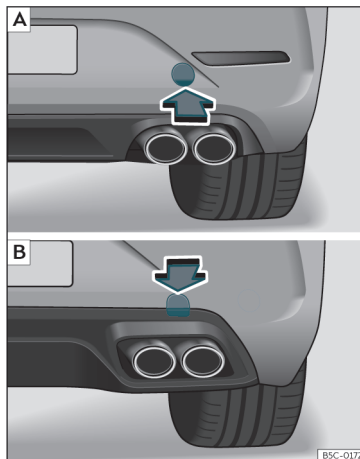

Fig. 49 Sul lato destro del paraurti posteriore: estrarre il coperchietto. [A] Leon Sportstourer; [B] Leon.
L'alloggiamento dell'occhiello di traino avvitabile è situato sul lato destro del paraurti posteriore, dietro a un coperchietto » **fig. 49**.
- *Leon Sportstourer*: Per sbloccarlo, premere sulla parte inferiore del coperchio »» **fig. 49** [A]. *Leon*: Per sbloccarlo, premere sulla parte superiore del coperchio »» **fig. 49** [B].